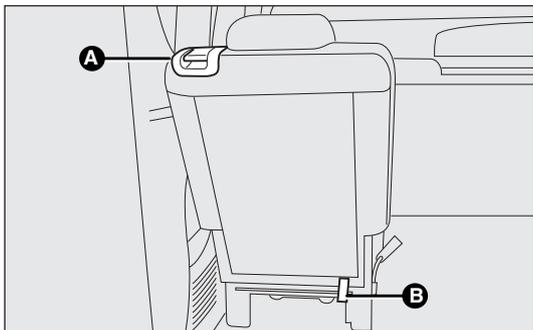

fig. 26c
- soulever le levier A-fig. 26c de retenue du dossier et le rabattre vers l'avant. Le soulèvement du levier est signalé par une « bande rouge » ;
- tirer la bande B-fig. 26c située derrière les dossiers des sièges et rabattre les sièges et dossiers vers l'avant.
ATTENTION Vérifier que le siège est fixé correctement aux dispositifs d'ancrage et que le levier A-fig. 26c est fermé (« bande rouge » non visible).